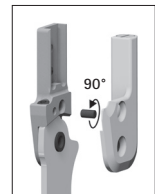

Abb. 23
3. Drehen Sie die abgenutzte Stelle des Gewindegewindestiftes um ca. 90° (Abb. 23) und setzen Sie ihn wieder ein (Abb. 24).